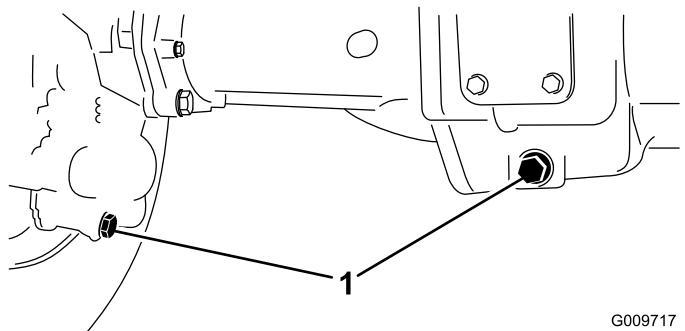

Figura 80
2. Curăați zona din jurul celor 3 buoane de golire - 1 la fiecare capăt i 1 în centru (Figura 80).